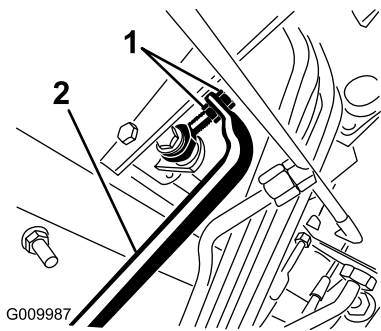

Рисунок 109
5. Отрегулируйте контргайки на торце штока насоса, переместив трубку управления насосом вперед, чтобы машина не «ползла» вперед, или назад, чтобы машина не «ползла» назад (**Рисунок 109**).